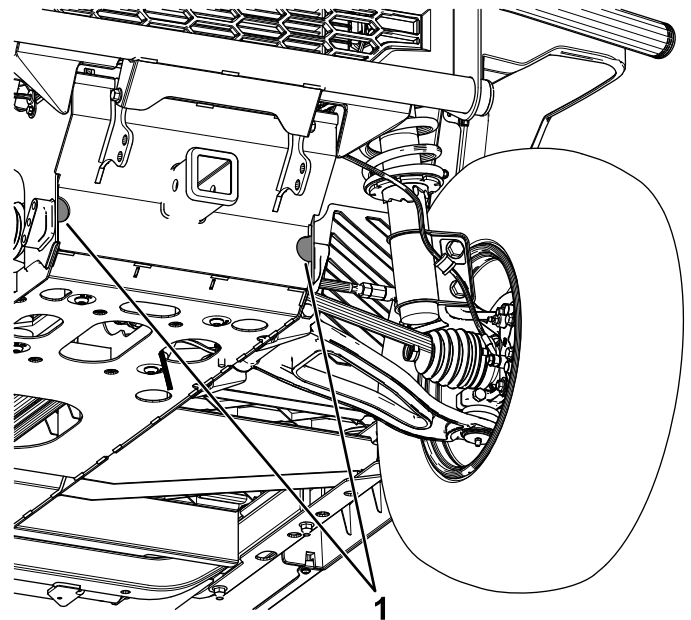
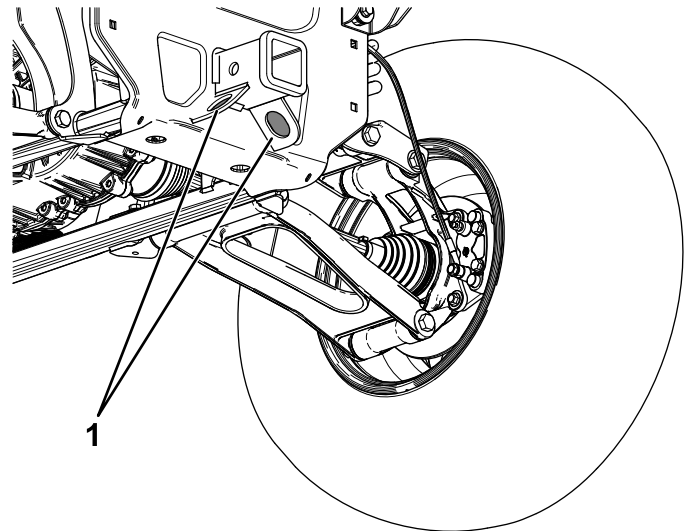

Bild 74
Bild 75
In Bild 74 und Bild 75 finden Sie die Vergurtungsstellen der Maschine.
1. Befestigen Sie ein Abschleppseil an der Anhängerkupplung vorne am Maschinenrahmen (Bild 74).